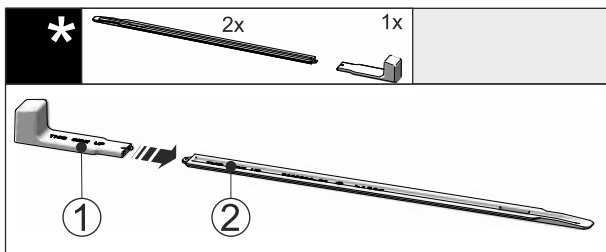

Fig. 46
- ▶ Montažni ročaj Fig. 46 (1) vstavite v izravnalno vodilo Fig. 46 (2).